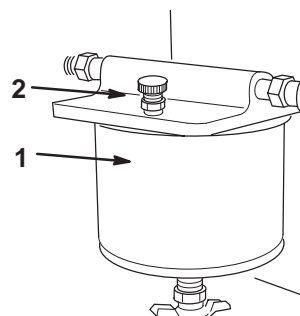

Bild 31
3. Öffnen Sie die Belüftungsschraube oben auf dem Kraftstofffilter, um die Glocke mit Kraftstoff zu füllen (Bild 31).